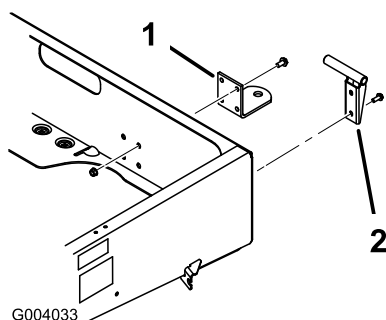

Figura 8
2. Allineate l'attacco di traino ai fori di montaggio sul telaio. Fissate l'attacco di traino con le viti e i dadi (Figura 8).
2. Montate la staffa orientabile sinistra nell'angolo posteriore sinistro del telaio, usando due viti a testa flangiata ((3/8 x 1 pollice)). Serrare le viti ad una coppia di 22 Nm. Collocate la staffa come illustrato nella Figura 8.